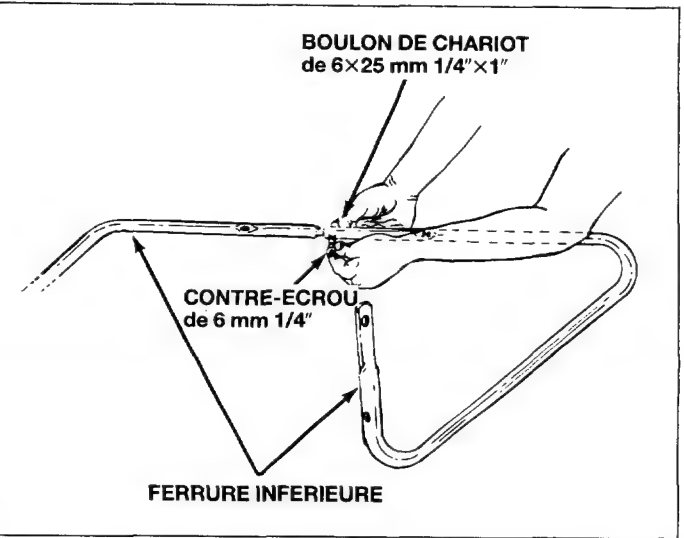

Fig. 16
5. Montez les deux ferrures inférieures selon les indications de la figure 16. Fixez les avec un boulon de chariot de 6×25 mm (1/4"×1") et un contre-écrou de 6 mm (1/4"). Voir la figure 16.